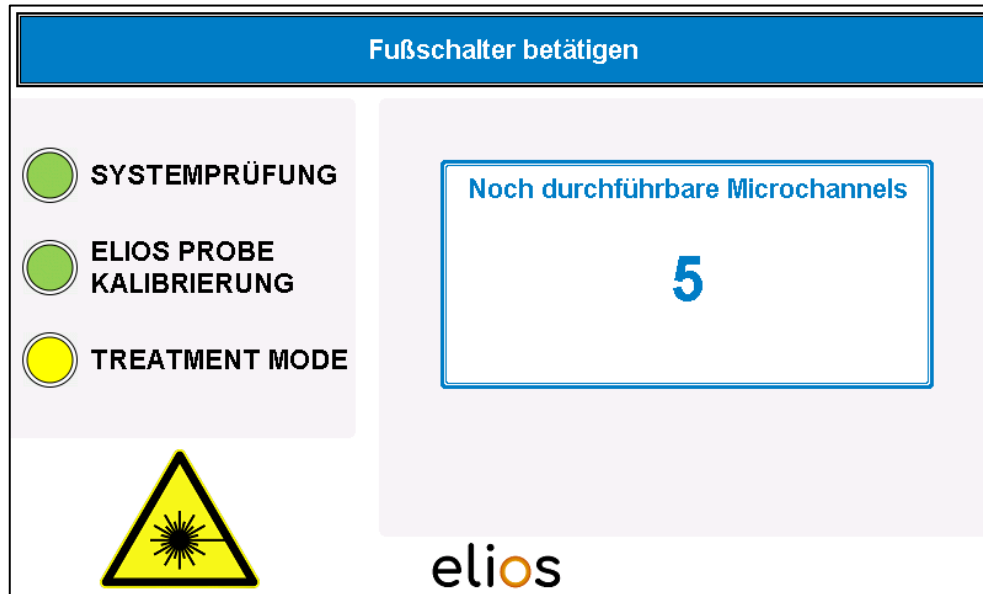

Abb. 4-16: TREATMENT MODE
- Ist die maximal mögliche Anzahl von 20 Pulsen pro Microchannel erreicht, stoppt die Laseremission automatisch. Das Programm wechselt weiter zur nächsten Bildschirmdarstellung, wodurch wieder maximal 20 Pulse für einen weiteren Microchannel zur Verfügung stehen (Abb. 4-16).
- Mit vorzeitigem Loslassen des Fußschalters wird die Laseremission sofort unterbrochen und das Programm wechselt ebenfalls automatisch zur nächsten Bildschirmdarstellung (Abb. 4-16).